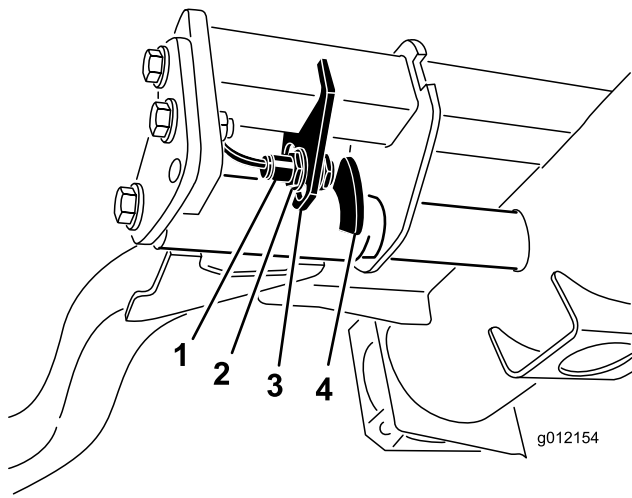

Figura 36
2. L'interruttore del braccio di sollevamento è situato sotto il serbatoio idraulico, dietro il braccio di sollevamento anteriore destro (Figura 36).
3. Allentate le viti di attacco dell'interruttore e abbassate l'interruttore per aumentare l'altezza d'inversione del braccio di sollevamento o alzate l'interruttore per ridurla (Figura 36).